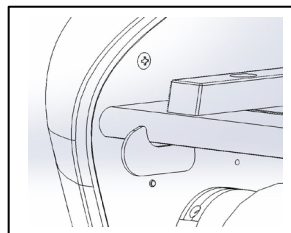

Figure 5
- DISPOSITIFS DE VERROUILLAGE DE LA TABLE D'ALIMENTATION** : (Figure 5) Utilisés pour déverrouiller et verrouiller la TABLE D'ALIMENTATION.
- DISPOSITIF DE GUIDAGE DE LA TABLE D'ALIMENTATION** : (Figure 5) Aligne les objets lorsqu'ils sont insérés dans la contrecolleuse. Ceci est particulièrement utile pour éviter que les objets longs soient insérés et acheminés de travers. Le dispositif de guidage peut être déplacé en desserrant la molette.